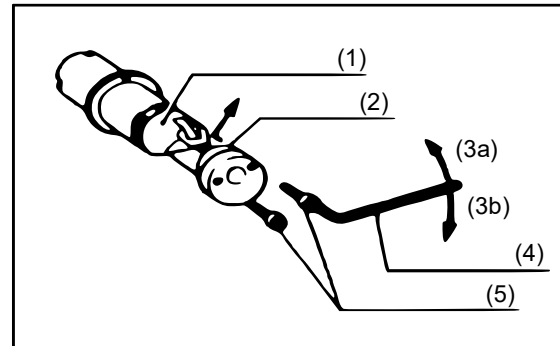

Abbildung 1
- Achten Sie darauf, die Stanznadel und den Stanzwerkzeugsatz auszutauschen. Lösen Sie beim Ausbau die Hutmutter mit dem Inbusschlüssel und nehmen Sie die Stange aus dem Werkzeug. Lösen Sie dann die Mutter, die die Stanzform festhält, mit einem Sechskantschlüssel. Entnehmen Sie die Stanzform und lösen Sie dann die Stanzstange und die Stanznadel mit einem Innensechskantschlüssel. Ziehen Sie die Stanznadel aus der Stange heraus (Abb. 1 und 2).